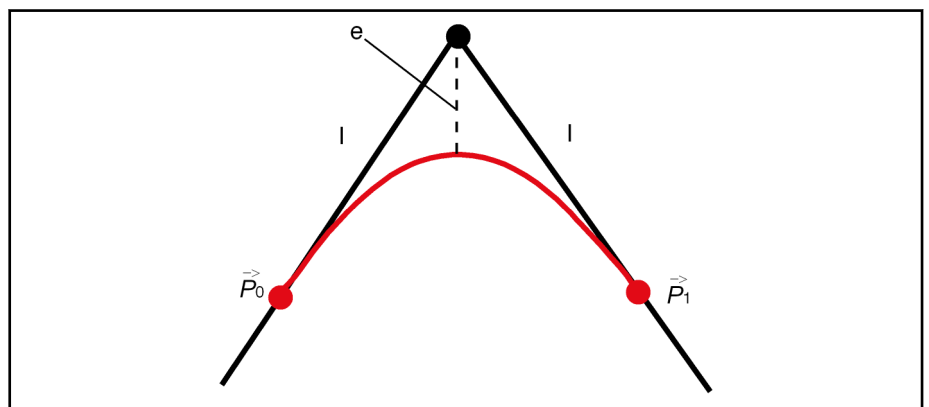

Abb. 12-7: Eckenrunden bei Vorgabe einer maximalen Toleranz
- Es kann eine maximale Abweichung "e" der Spline-Kontur von der Ecke angegeben werden (siehe Abb. 12-7 "Eckenrunden bei Vorgabe einer maximalen Toleranz" auf Seite 445). Die Steuerung erzeugt dann einen symmetrischen Spline der eine Strecke "l" vor der Ecke (auf dem Voreckensatz) beginnt und nach derselben Strecke hinter der Ecke (auf dem Nacheckensatz) endet. Ist eine der beiden Eckenkonturen zu kurz, wird sowohl die Vor- als auch die Nacheckenstrecke auf ein gemeinsames Maß l gekürzt. l bleibt immer kleiner oder gleich als die Hälfte der kürzeren der beiden Eckenkonturen, d. h. $l \leq \frac{1}{2} \min(S_1, S_2)$, mit den Bahnlängen S_1 und S_2 des Vor- bzw. Nacheckensatzes.